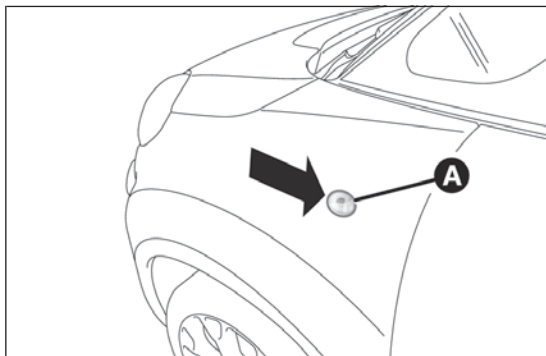
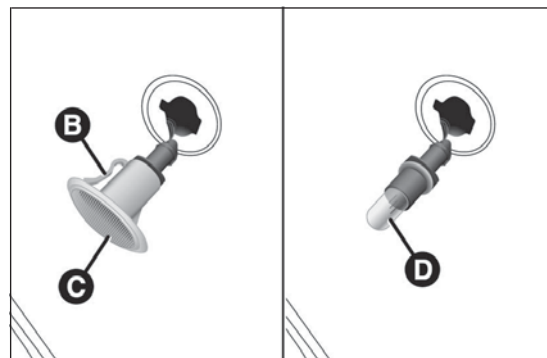

fig. 177
fig. 178
- ☐ agire sul trasparente A fig. 177 in modo da comprimere la molletta interna B fig. 178, quindi sfilare il gruppo verso l'esterno;